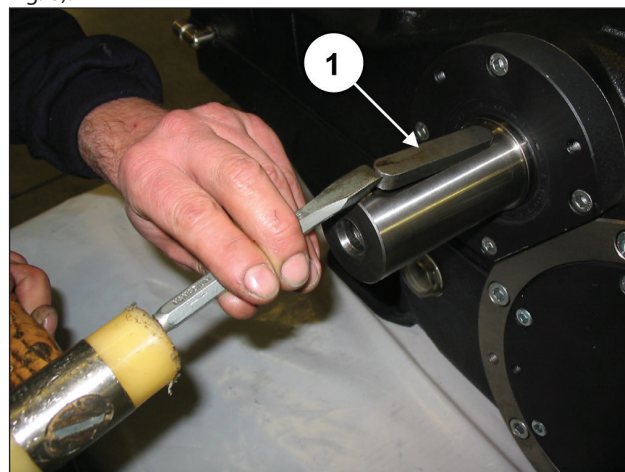

Fig. 8
Déposer la clavette de l'arbre de la prise de force (rep. ①, Fig. 8).